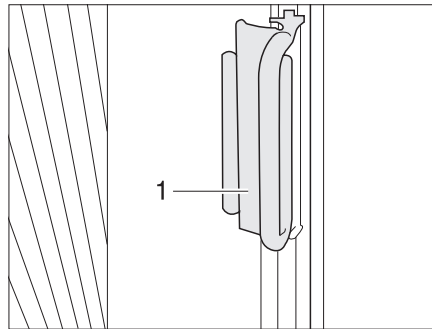

Fig. 80 Tirador de estor plegable de la luna delantera
- Sujetar cada vez el tirador (Fig. 80,2) de los estores plegables a ambos lados de la luna delantera y tirarlos cuidadosamente hacia el centro de la luna delantera, hasta que el cierre magnético mantenga cerrado el estor plegable.